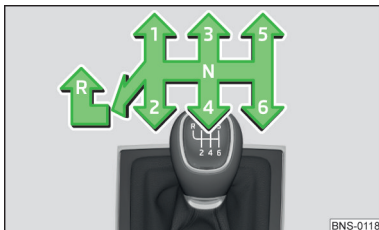

Abb. 258
Auf dem Schalthebel ist das Schaltschema für die einzelnen Gangstellungen dargestellt » **Abb. 258.**
- › Den Schalthebel nach unten drücken, völlig nach links und dann nach vorn in **R**-Stellung stellen » **Abb. 258.**